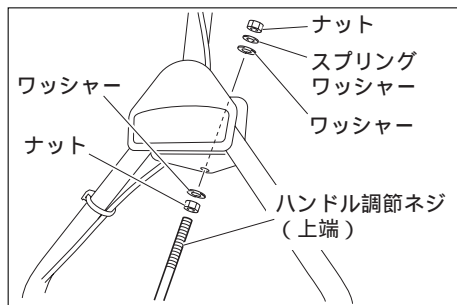

図3
3. ハンドル調節ネジの上端を付属のナット、スプリングワッシャー、ワッシャーを使用してハンドルに取り付けます。(図3)